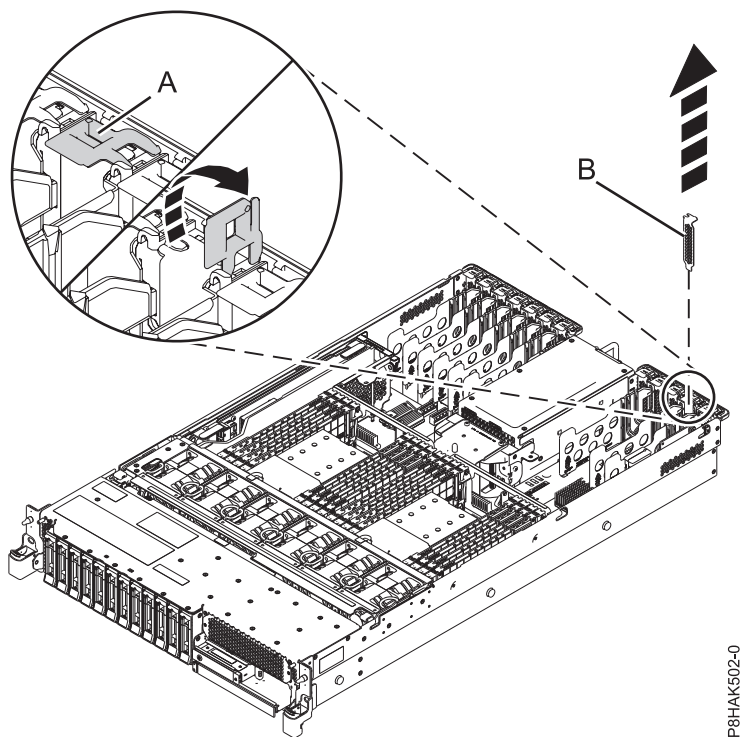

Figura 11. Extracción de un relleno de una ranura adaptador PCIe en un sistema 5148-21L, 5148-22L, 8247-21L, 8247-22L, 8284-21A o 8284-22A
Para extraer el relleno, sostenga con cuidado el relleno (B) por el borde superior o la contrapunta, y extraígalo del sistema. Consulte la Figura 11.